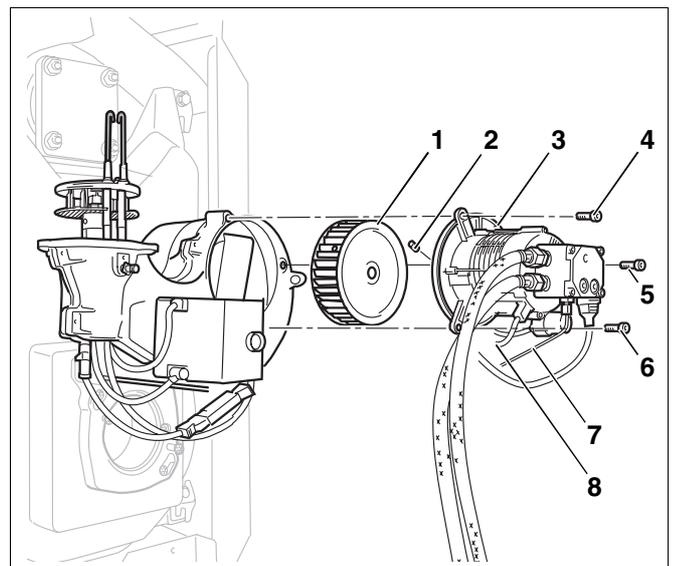

Abb. 24 Gebläserad reinigen oder austauschen
- Motorstecker (Abb. 24, **Pos. 8**) und Magnetventilstecker abziehen.
- Ölrohr (Abb. 24, **Pos. 7**) von der Ölpumpe abschrauben.
- Flanschschrauben (Abb. 24, **Pos. 4 – 6**) vom Motor lösen.
- Motor (Abb. 24, **Pos. 3**) mit Gebläserad (Abb. 24, **Pos. 1**) abnehmen.
- Optische Kontrolle des Gebläserades (Abb. 24, **Pos. 1**), ggf. reinigen oder austauschen.
- Zum Austauschen des Gebläserades (Abb. 24, **Pos. 1**) Gewindestift (Abb. 24, **Pos. 2**) lösen.
- Motor (Abb. 24, **Pos. 3**) mit Gebläserad (Abb. 24, **Pos. 1**) wieder anschrauben. Der Abstand des Gebläserades (Abb. 24, **Pos. 1**) zum Motorflansch muss 0,5 – 0,8 mm betragen.
- Ölrohr (Abb. 24, **Pos. 7**) an Ölpumpe montieren.
- Motorstecker (Abb. 24, **Pos. 8**) und Magnetventilstecker einstecken.